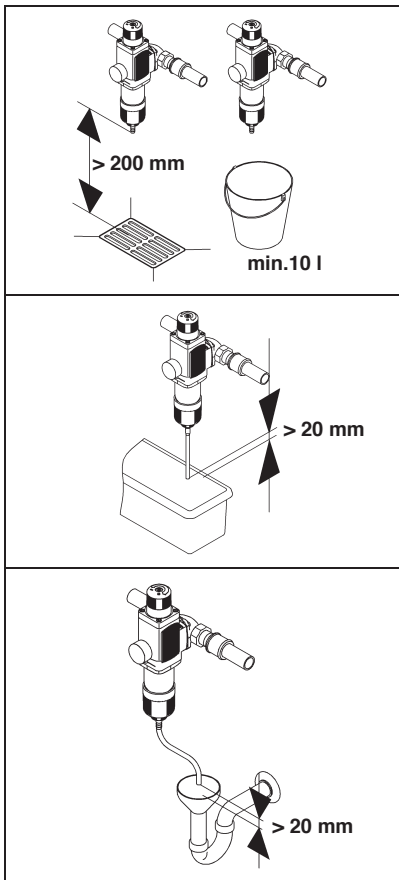

Fig. 4: Opciones de evacuación del agua de contralavado
- Cuando el cubo se encuentre medio lleno debe detenerse el proceso de contralavado. De lo contrario, es posible que el cubo llegara a rebosar. Por este motivo, el cubo debe tener el tamaño adecuado (véase fig. 4) y el contralavado debe llevarse a cabo de forma rápida.